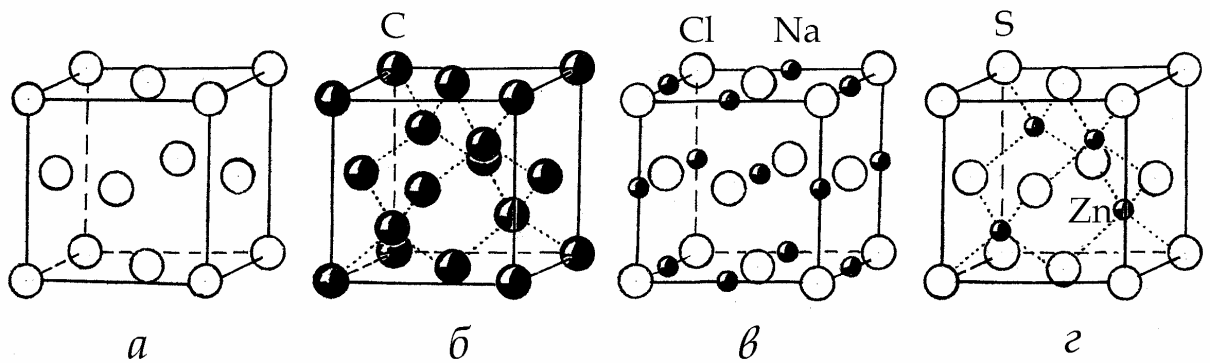

Рис. 2. Кристаллические структуры, построенные по закону одной и той же кубической пространственной F-решетки (а): алмаза (б), галенита (в) и сфалерита (г).
Ошибочно смешивать термины «кристаллическая решетка» и «кристаллическая структура», ибо первый является одним из элементов симметрии, с помощью которых можно описать симметрию кристаллической структуры. Одну и ту же решетку могут иметь кристаллы совершенно разных соединений. Например, структуры алмаза С, галита NaCl, сфалерита ZnS и многие другие (рис. 2) имеют одинаковую кубическую гранецентрированную решетку (F).